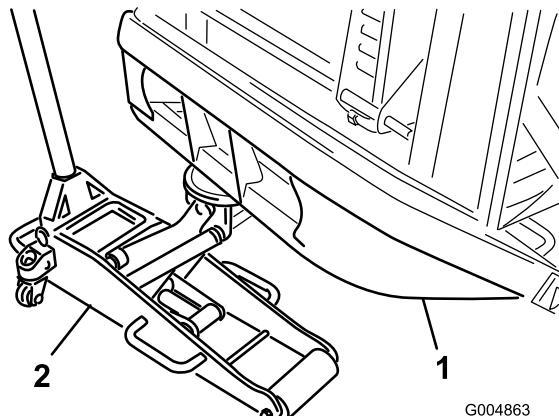

Figura 94
5. Coloque um apoio de solo adequado sob o tubo do para-choques traseiro e eleve os pneus do chão (Figura 94).